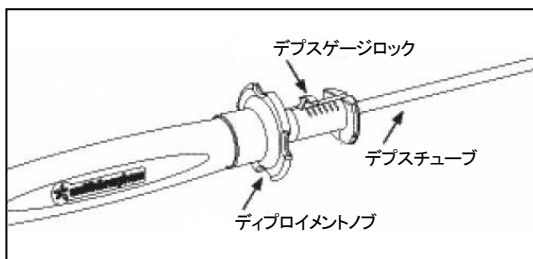

図2. デブスチューブ
- b. 尺側の TFCC 周囲を 4-5 ポータルの関節鏡で確認しながら、3-4 ポータルからスプリット カニュラを用いて本品を橈骨手根関節の尺側部に導入する。デブスチューブは調節しないこと（図2）。